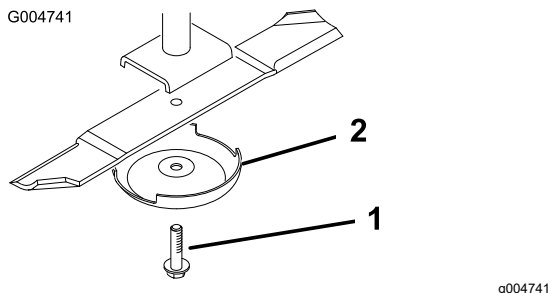

Рисунок 89
3. Снимите болт ножа, защитный колпак и нож с вала шпинделя (Рисунок 89).